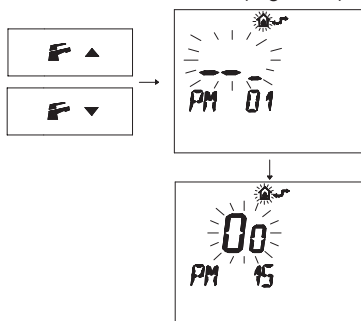

Fig. 5.51
- Premere i pulsanti F \blacktriangledown o F \blacktriangle per visualizzare la programmazione "PM15" abilitazione della sonda esterna (Fig. 5.51).